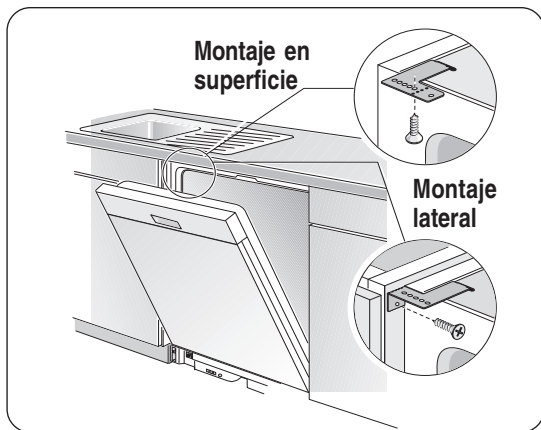

Ilustración 20
- 1 Inserte los tornillos de montaje a través de los agujeros en los soportes de montaje como se indica en la **Ilustración 20** para un montaje en superficie o lateral.